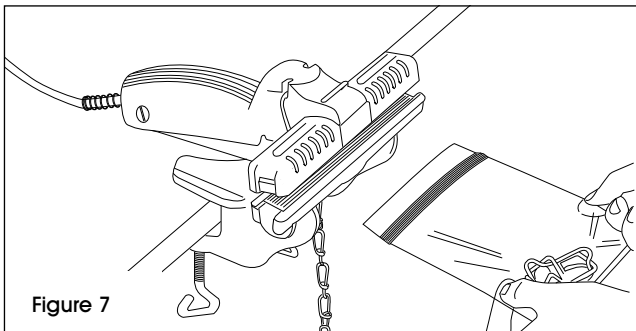

Figure 7
3. Take pressure off the foot pedal to release the sealing jaw and remove the bag. (See Figure 7)
3. Relâchez la pression sur la pédale pour ouvrir la mâchoire de la scelleuse et retirer le sac. (Voir Figure 7)